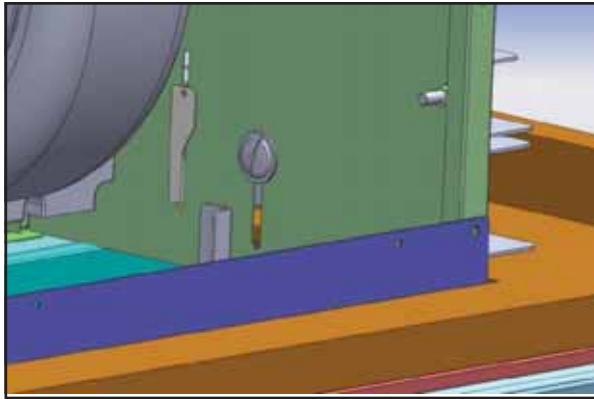

FIG.7
6) 24" Modele. Depuis l'intérieur de la hotte, fixez une (1) vis M4x8 dans chaque support d'installation inferieur. La position de cette vis s'ajuste en fonction de l'épaisseur de l'armoire (Fig.7).